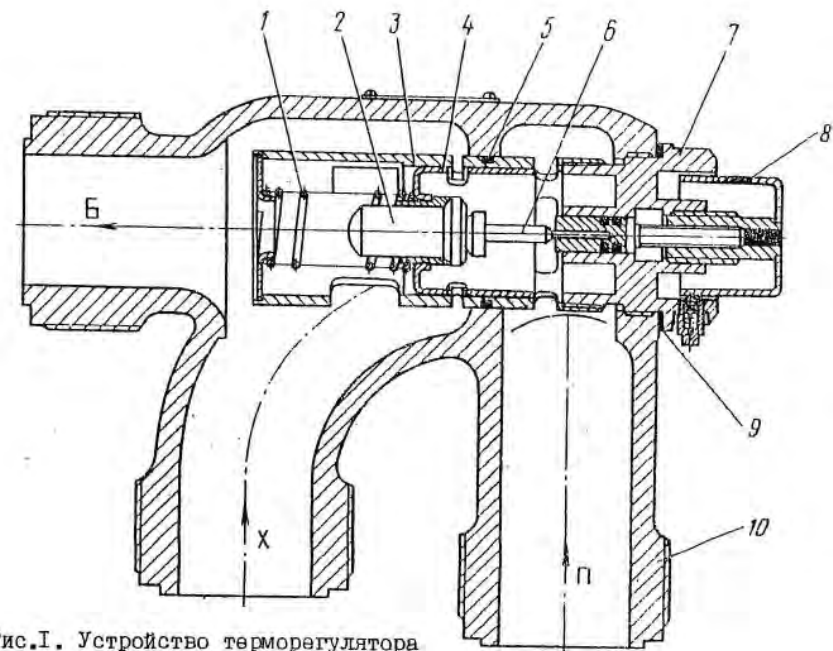

Рис.1. Устройство терморегулятора
3.1. Терморегулятор состоит из двух основных частей: корпуса 10 (рис.1) и термосистемы Т-70.